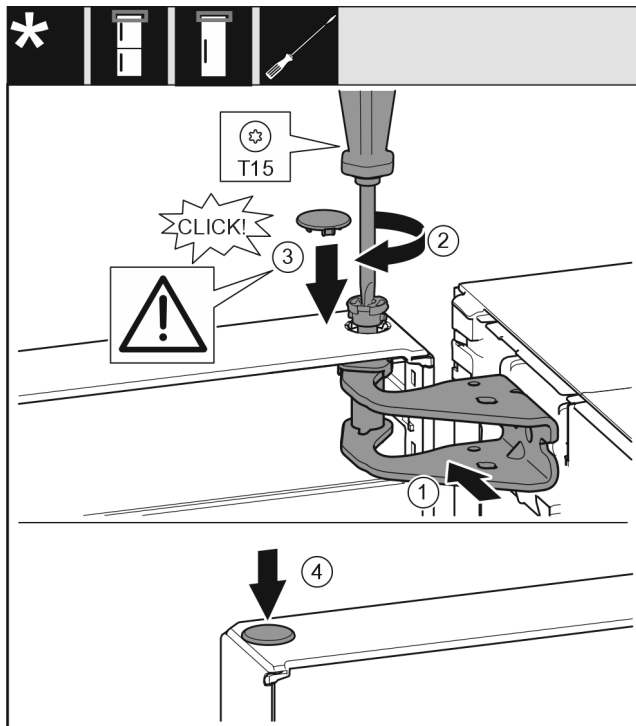

Fig. 20
- ▶ Igazítsa be az ajtót felül a csapágybak nyílásához. Fig. 20 (1)
- ▶ Helyezze be a csapot, és húzza meg a T15 csavarhúzóval. Fig. 20 (2)
- ▶ Szerelje fel az ajtót biztosító biztonsági fedelet: Helyezze be a biztonsági fedelet, és ellenőrizze, hogy felfekszik-e az ajtóra. Egyébként teljesen helyezze be a csapszeget. Fig. 20 (3)
- ▶ Helyezze be a dugót. Fig. 20 (4)